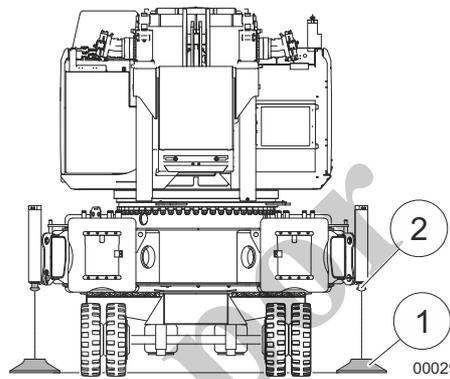

Fig. 110 Colocación de las bases de estabilizador
- 7 Retire las bases de estabilizador (1, Fig. 110) del puente intermedio y colóquelas debajo del cilindro de estabilizador (2, Fig. 110).